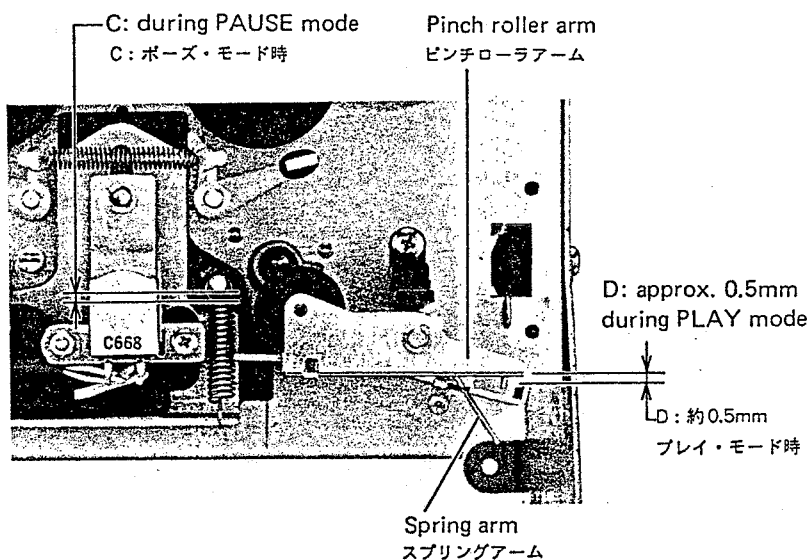

Fig. 5-4
- With the deck in the play mode, check that there is clearance of approx. 0.5 mm between the pinch roller arm and the spring arm ("D" in Fig. 5-4).
- Repeat switching operations from STOP to PAUSE mode two or three times, and make sure that when repeating steps 1 and 2, the clearances "D" and "B" are within the specified range respectively. Also make sure there is a clearance between head base and spring stud ("C" in Fig. 5-4).
- プレイ・モードにして、ピンチ・ローラ・アームとスプリング・アームのすき間 (図 5-4 の D) が約 0.5mm であるか確認する。
- ストップ・モードからポーズ・モードへの切換え操作を 2, 3 度繰り返した後、再度 1, 2 項のチェックをして、間隔 D と B がそれぞれ規定通りか確認する。また、ヘッド・ベースとスプリング支柱との間 (図 5-4 の C) にすき間があるか確認する。
**Note:** During play operation, make sure there is a clearance of approx. 0.5 mm between the pinch roller arm and the spring arm. Refer to Fig. 5-4.
(図5-4参照)。